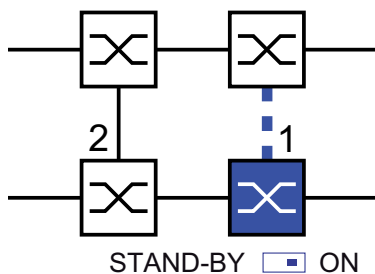

Abb. 17: Zwei-Switch-Kopplung
- ☐ Wählen Sie die „Zwei-Switch-Kopplung“ mit Hilfe des Dialog-Buttons mit der selben Grafik wie die untenstehende (siehe Abbildung 17).